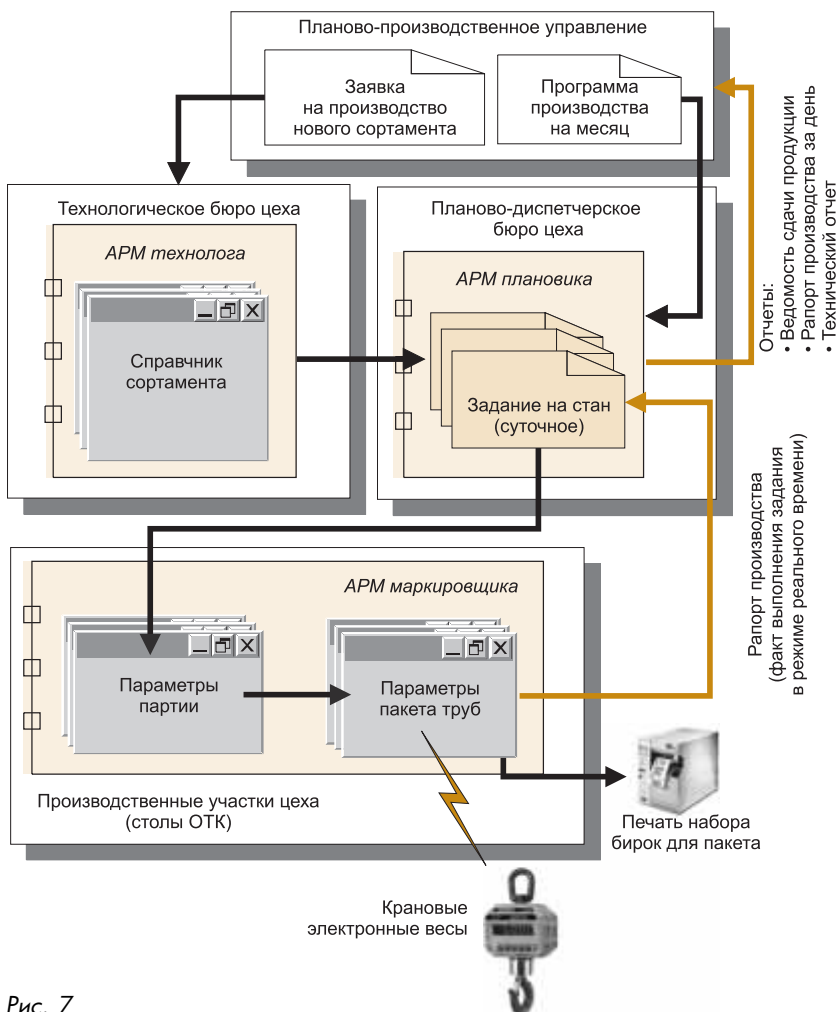

Рис. 7
3. Упаковка и маркировка продукции в цехе (рис. 7) (Северский трубный завод – маркировка пакетов труб на столах ОТК).